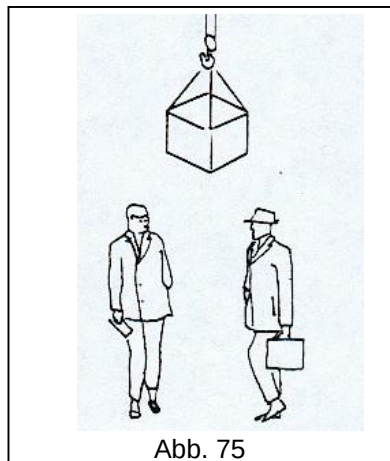

Abb. 75
- NIEMALS** Lasten anheben, wenn sich Personen im Arbeitsbereich des Krans befinden (Abb. 75).